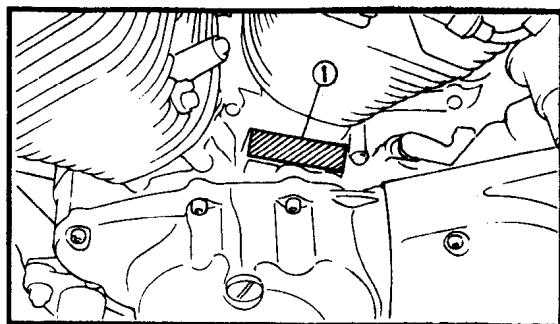

图 1-2
2. 发动机系列号码①刻印在曲轴箱内部, 见图 1-2。起始系列号码: XV125S: 4RF-000101; XV125: 4RF-016101; XV250: 3DM-091101。注意这些号码的前三位用于型号识别, 其余的数位表示单位制造号码。